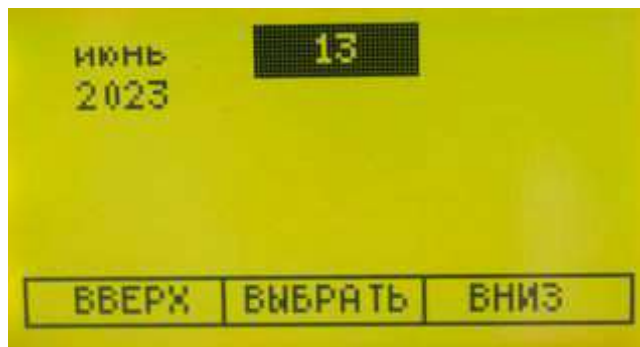

Рисунок 21 — Структура хранения записей – дни
- Числа – каталоги, соответствующие числовому обозначению дня проведения измерений, в них непосредственно хранятся записи серий измерений (рисунок 21).